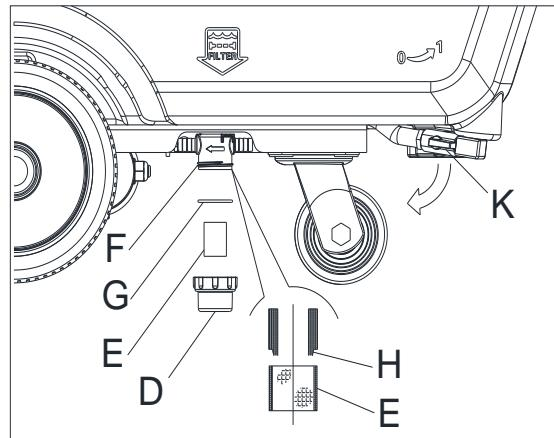

Figura 23
3. Vacíe el depósito de la solución detergente o cierre el grifo (K, Figura 23)
4. Quitar la tapa transparente (D), luego quitar la rejilla filtrante (E). Limpiarlas y montarlas en el soporte (F).